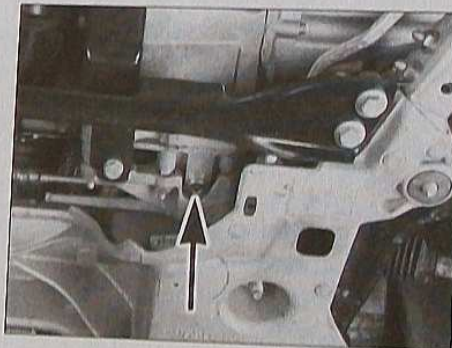

FIG.3
- Débrancher et déposer les conduits d'air (7) sous la boîte avec le boîtier doseur (8).
- la vidange de la boîte (Fig.3).